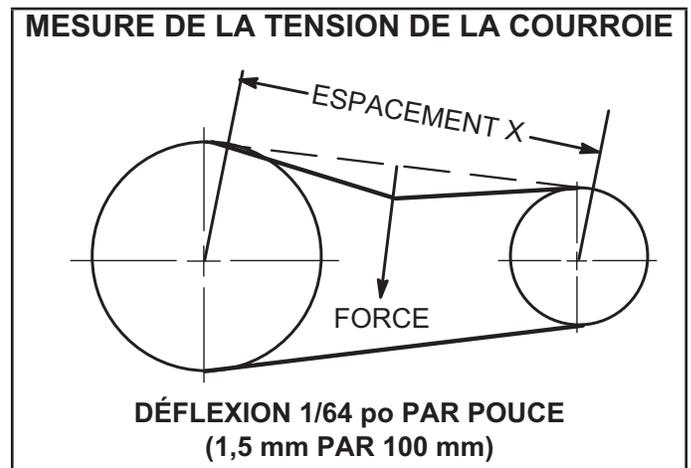

FIGURE 9
- 1 - Mesurez l'espacement X. Reportez-vous à la FIGURE 9.
- 2 - Appliquez une force perpendiculairement au centre de l'espacement (X) avec une pression suffisante pour faire fléchir la courroie de 1/64 po par pouce d'espacement (1,5 mm par 100 mm d'espacement).